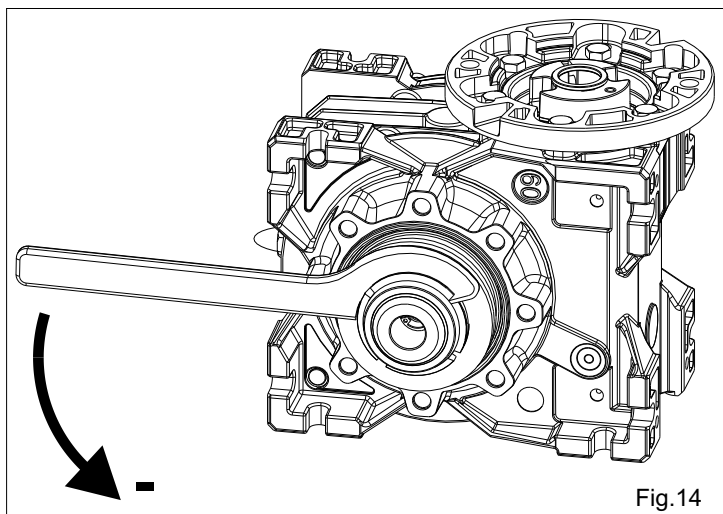

Fig. 14
- Pour **diminuer** le couple, tourner la clé **en sens inverse des aiguilles d'une montre** (Fig. 14).